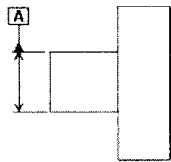

图 1-2
- ◆ 基准轴可以与圆柱曲面的投影边相连，如图 1-2 所示。